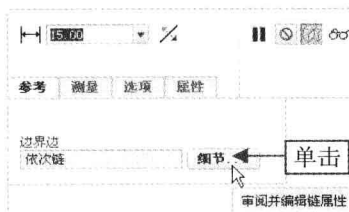

图 10-7 单击“细节”按钮
Step 04 弹出“延伸”选项卡，在“输入值”数值框中输入 15，单击“参考”按钮，在弹出的下滑面板中单击“细节”按钮，如图 10-7 所示。